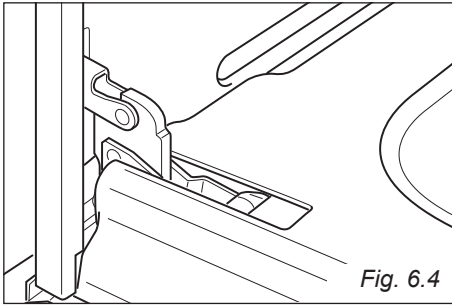

Fig. 6.4
- Aprire completamente la porta del forno (fig. 6.4).